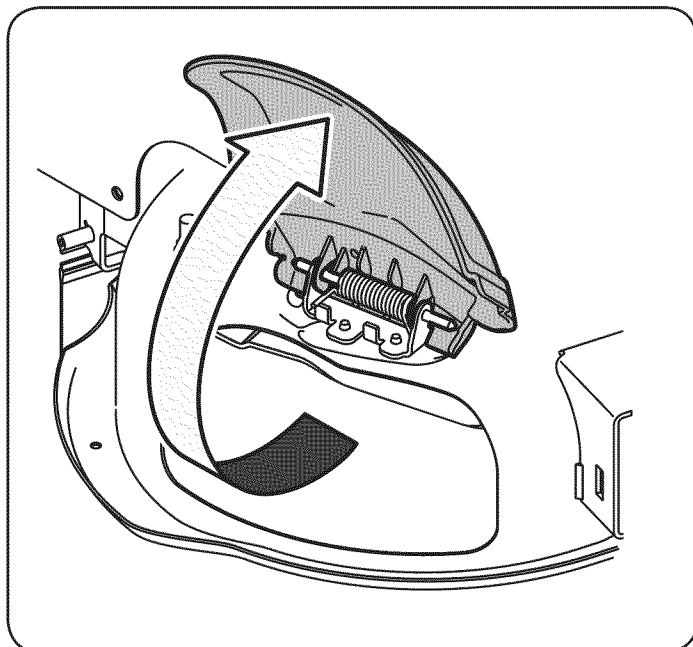

Figura 8
2. En el costado de la plataforma de corte, levante el adaptador para abono. Vea la Figura 8.